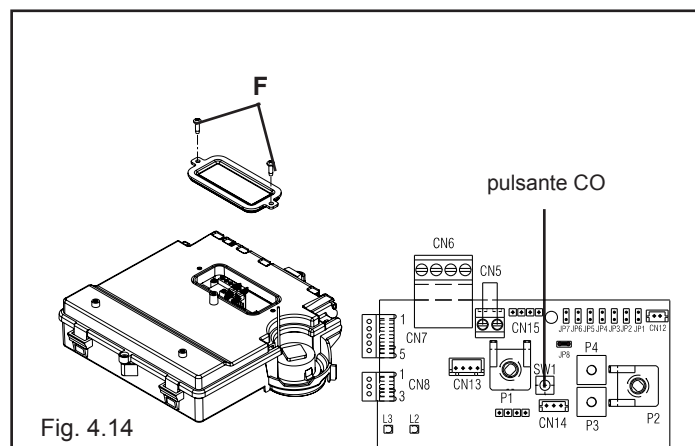

Fig. 4.14
- svitare le viti di fissaggio del coperchietto (F) per accedere alla morsetti (fig. 4.14)